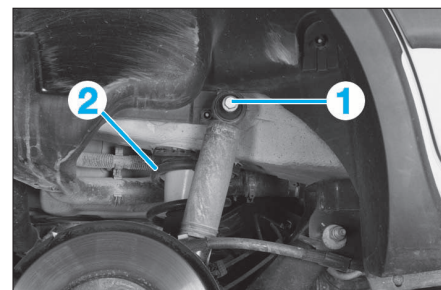

FIG. 28
- Déposer la vis de fixation supérieure (1) d'amortisseur (Fig.28).
- Abaisser lentement le vérin hydraulique jusqu'à ce que le ressort (2) soit détendu.
- Déposer le ressorts (2) de suspension.